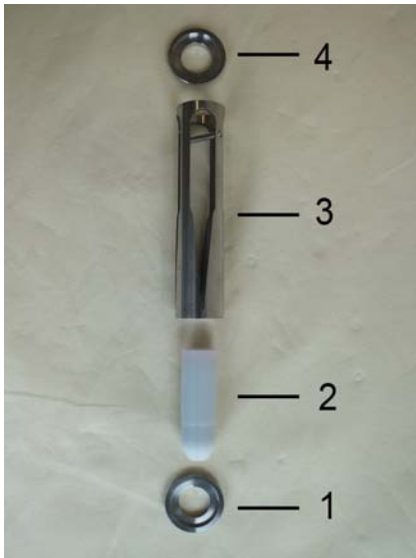

Abb. 44: Innenteile
- 6.** ➤ Zentrierscheibe (Eingang) (Abb. 44/1), Schwebekörper (Abb. 44/2), Schlitzdüse (Abb. 44/3) und Zentrierscheibe (Ausgang) (Abb. 44/4) als Innenteile des Strömungswächters